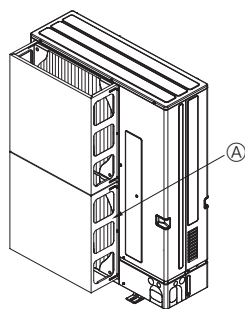

Fig. 2-4
- ② Monter en luftkanal (ekstrautstyr) hvis enheten monteres på et sted der sterk vind fra en orkan osv. kan komme direkte inn i luftutløpet. (Fig. 2-4)